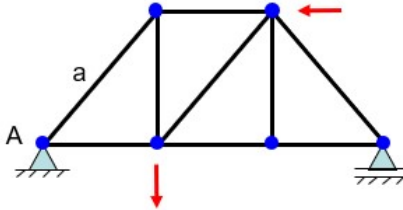

Figura 3: Supuestos de análisis de un reticulado: cargas aplicadas en los nodos.
- **Las fuerzas se aplican en los nodos:** tal como se indica en la Figura 3, el primer supuesto es que las cargas de la estructura se aplican únicamente en sus nodos. En estricto rigor este supuesto no se cumple porque el peso de las barras del reticulado corresponde a una carga distribuida y no a una carga puntual. Sin embargo, este supuesto es razonable cuando las cargas que se aplican en un reticulado son significativamente mayores al peso de las barras. En caso en que deba considerarse el peso en el análisis, es posible incluirlo como una fuerza vertical, con la mitad de su magnitud aplicada en los nodos extremos del elemento.